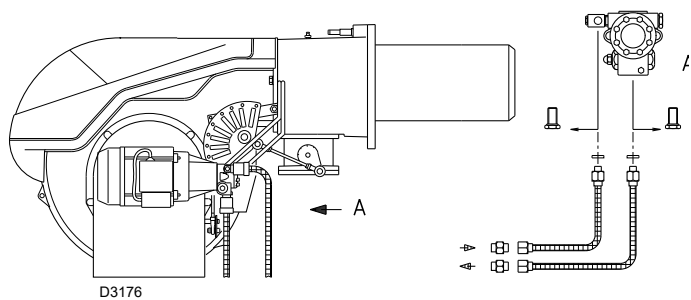

Рис. 20
4.8.4 Гидравлические соединения (Рис. 20)